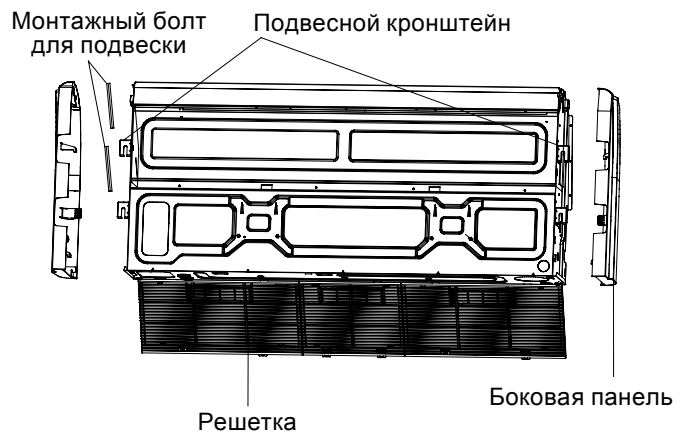

Рис. 4.10
9. Снимите боковую панель и решетку. (См. рис. 4.10).